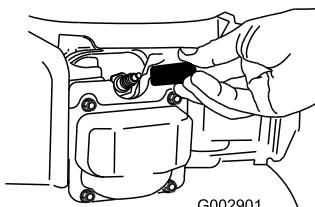

Figura 35
- Desconecte el cable de la bujía (Figura 35) antes de realizar cualquier procedimiento de mantenimiento.